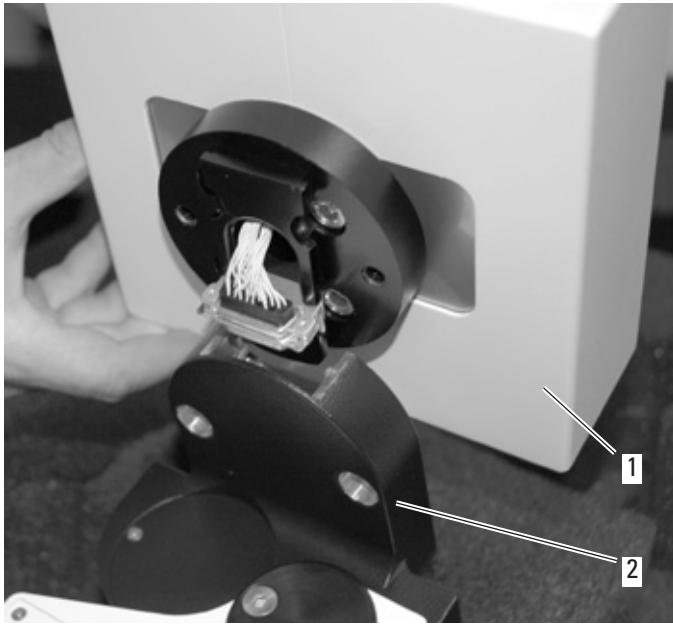

Bild 1
⇒ XY-Kupplung (1) in die Schwalbenschwanzführung des Neigetriebs (2) einführen (Bild 1).